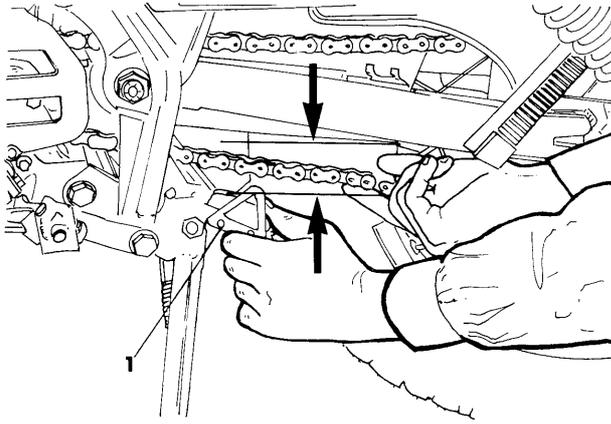

Bild 18 Kettendurchhang messen
- Den Kettendurchhang am unteren Kettenabschnitt in der Mitte zwischen den Kettenrädern messen. Durch Auf- und Abbewegen der Kette und gleichzeitiges Niederdrücken des Kettenspanners den Betrag des freien Spiels messen (Bild 18). Es sollte zwischen 30–40 mm liegen.